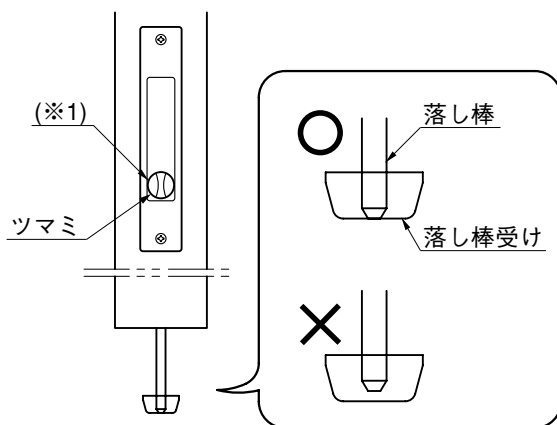

図8-1
- 落とし棒を落とし、つまみをタテにして固定したとき、落とし棒ロッド先端と落とし棒受け底面との間にすき間があるときは、以下の手順で高さ調整を行ってください。(図8-1参照)